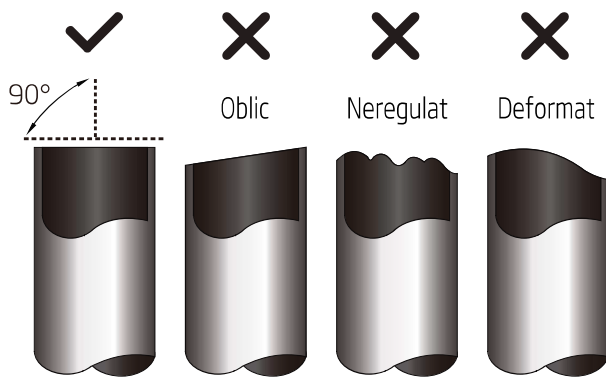

Fig. 7.1
- Conducta trebuie tăiată la un unghi perfect de 90°. Consultați Fig. 7.1 pentru exemple de tăiere incorectă.